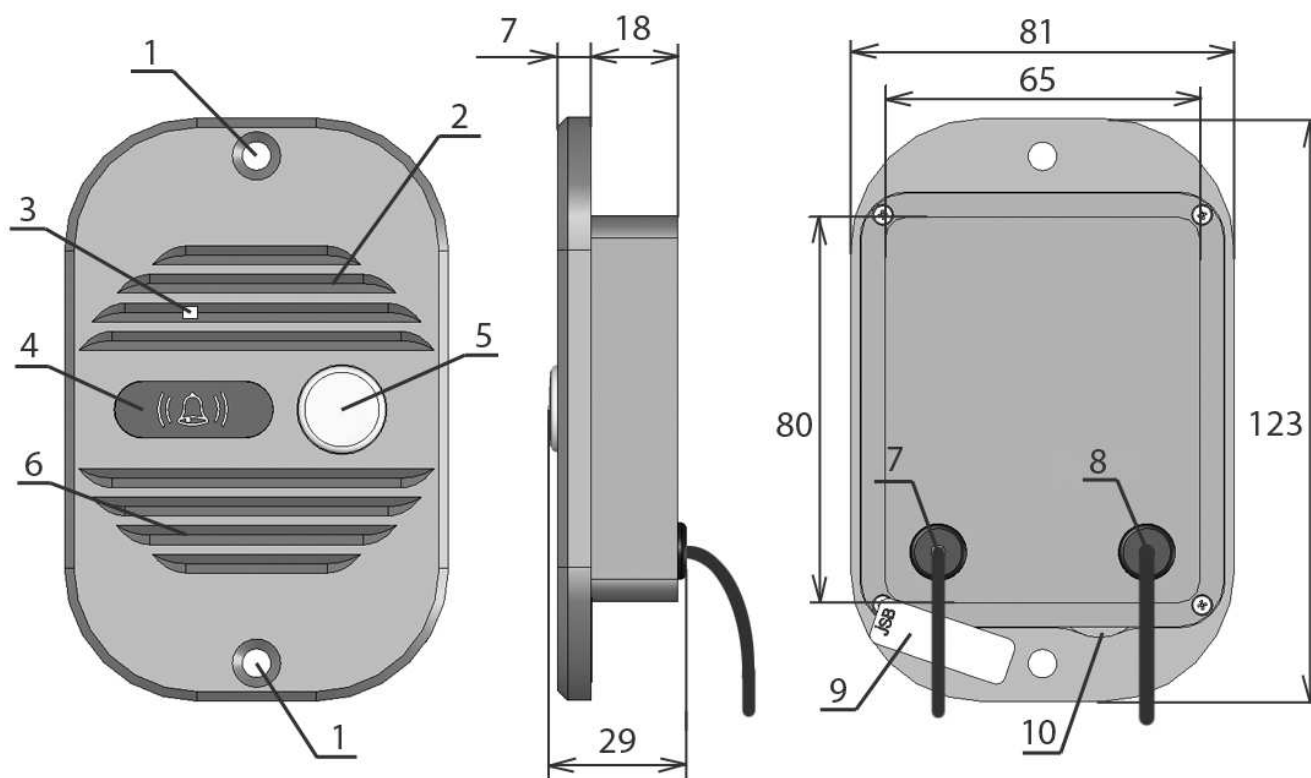

Рис. 1. Назначение основных узлов панели:
**Внимание!** При установке не следует герметизировать заднюю крышку вызывной панели, через водосток (10 на рис. 1) и зазоры в задней крышке стекает влага, попавшая в вызывную панель. Герметизация задней крышки приводит к накоплению влаги внутри панели и выходу панели из строя!
6) Нажмите кнопку открывания замка на мониторе. Вызывная панель должна показать открывание замка зуммером (короткий писк или серия писков) и светодиодом (короткое мигание) за защитным фильтром ИК-подсветки (4 на рис. 1), замок должен открыться.